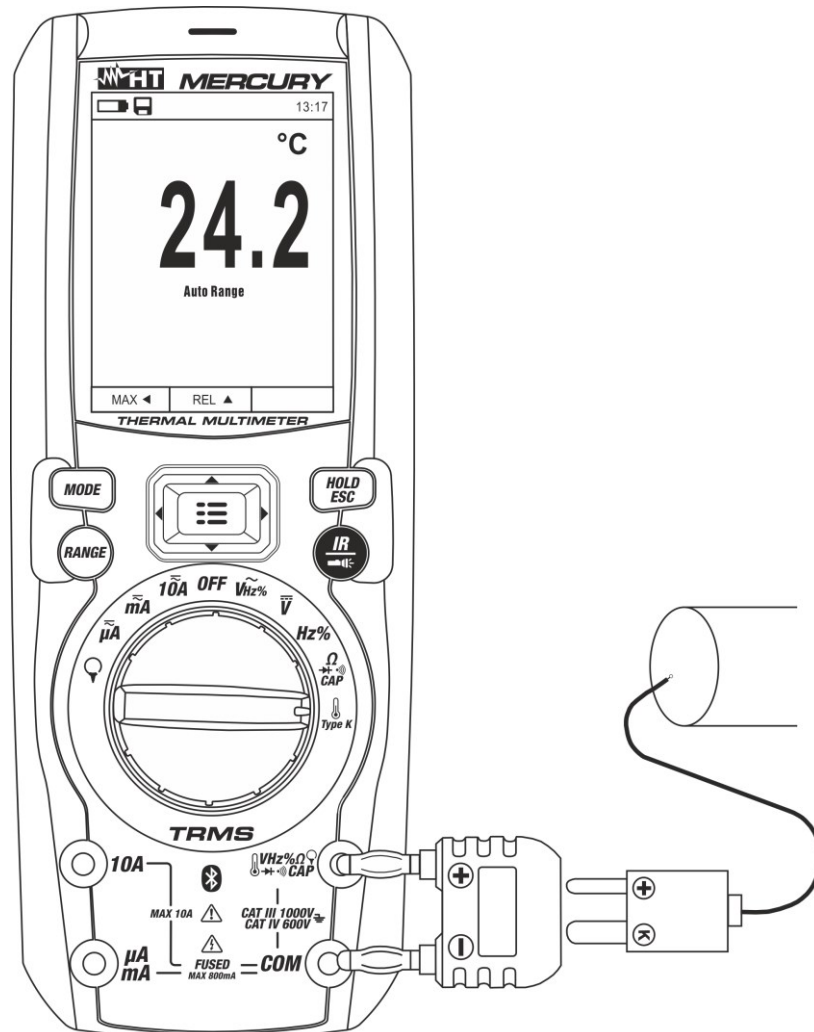

Abb. 27: Verwendung des Gerätes für Temperaturmessung
3. Stecken Sie den mitgelieferten Adapter in die Eingangsbuchsen **VH%** (Polarität +) und **COM** (Polarität -) (siehe Abb. 27).